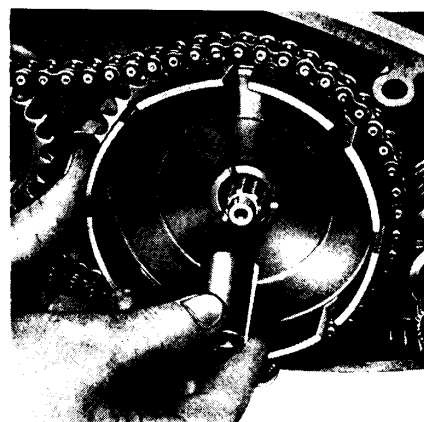

Bild 41-6. Uttagning av kopplingsbussning.
5. Ta av kopplingens lamellcentrum. Använd verktygen S-42 och S-42 a, om så behövs (bild 41-6).